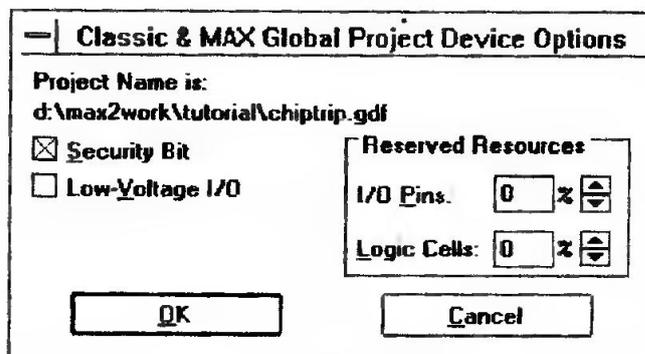

Рис. 2.34
- Выберите **Global Project Device Options** (параметры микросхемы для текущего проекта) из меню **Assign** (назначения). На экране отобразится диалоговое окно **Classic & MAX Global Project Device Options** (рис. 2.34).